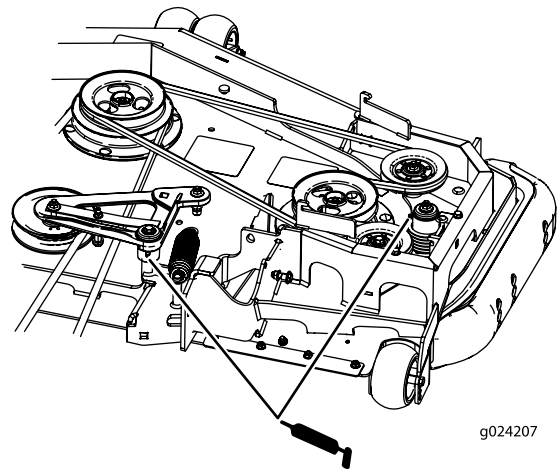

Figure 48
5. Graissez le bras de la poulie de tension de la courroie du tablier de coupe (modèles à éjection arrière seulement), comme montré à la Figure 48.